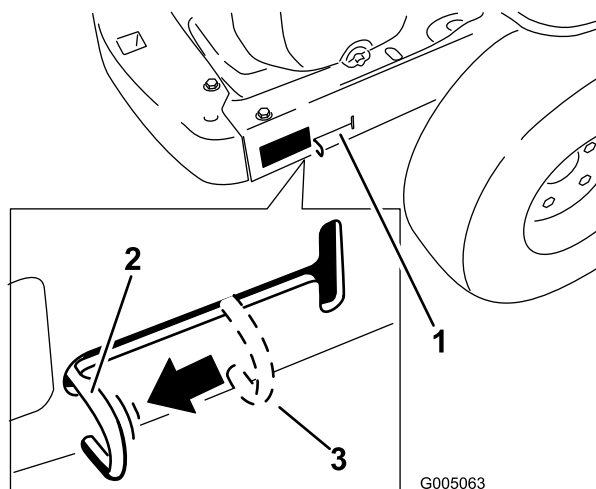

Figura 18
4. Spostate le leve by-pass indietro e poi verso il basso per bloccarle in posizione come riportato nella Figura 18 per disinserire i motori della ruota. Ripetete l'operazione su ciascun lato della macchina.
Spostate le leve by-pass verso l'alto e spingetele in avanti, fino a **metà** della scanalatura orizzontale (Figura 18) per innestare i motori della ruota.